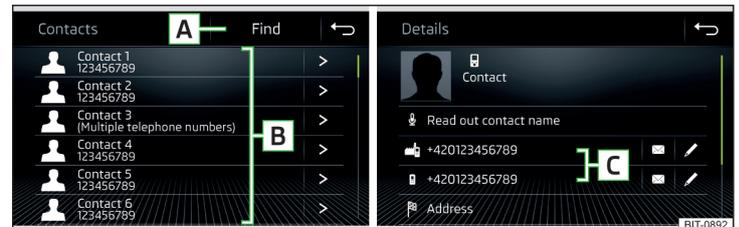

Fig. 142 Lista de los contactos de teléfono / Detalle del contacto
- En el menú principal *Teléfono* pulse la superficie funcional , se visualizará una lista de los contactos de teléfono » fig. 142.